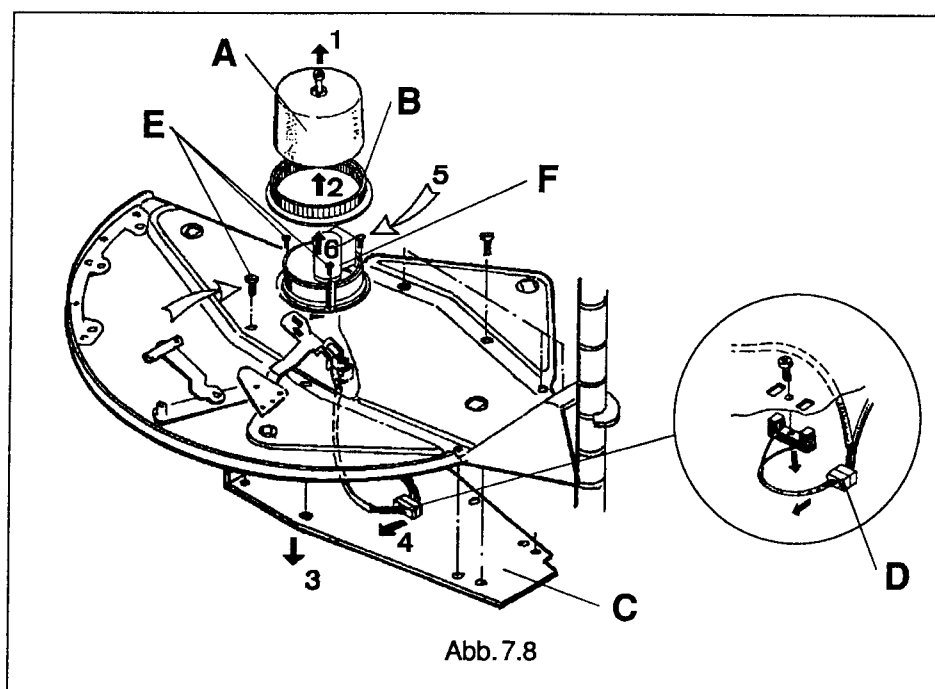

Abb. 7.8
1. Die Haube A, Abb. 7.8, abschrauben.
2. Den Zahnkranz B, Abb. 7.8, herausnehmen.
3. Das Grundblech C, Abb. 7.8, abschrauben und entfernen.
4. Den Stecker D, Abb. 7.8, vom Hall-Element trennen.
5. Die drei Schrauben E, Abb. 7.8, die den Antrieb halten, entfernen.
6. Den Antrieb mit Motor F, Abb. 7.8, und Kabelbaum von oben herausheben.